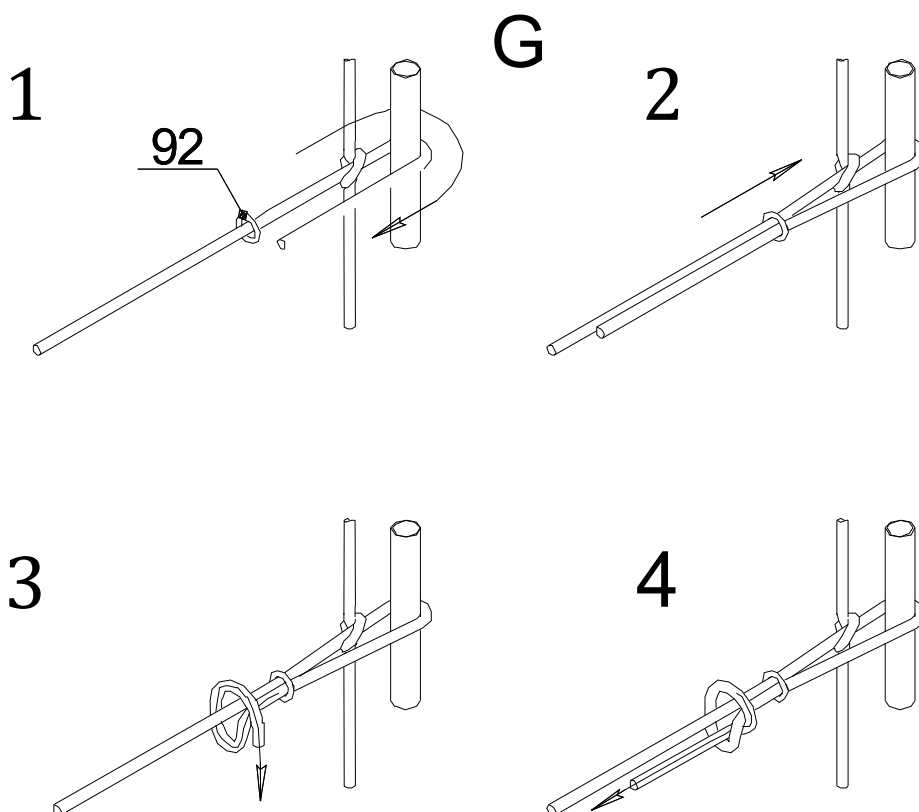

Рис.3 Схема крепления горизонтальных плетей сетки лаза
- G. Закрепить горизонтальные плети сетки лаза (рис.3, G).